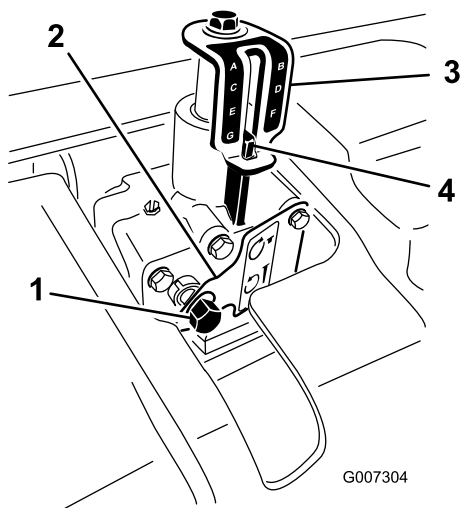

Figure 24
3. Insérez une douille de 9/16 pouce munie d'un rochet sur l'arbre d'entrée du dispositif de réglage de profondeur (Figure 24).
- Tournez le dispositif de réglage de profondeur dans le sens horaire pour réduire la profondeur d'aération et dans le sens antihoraire pour augmenter la profondeur d'aération (Figure 24).
- Tournez l'arbre d'entrée du dispositif de réglage de profondeur jusqu'à obtention de la profondeur voulue, comme montré sur l'autocollant indicateur de profondeur (Figure 24).